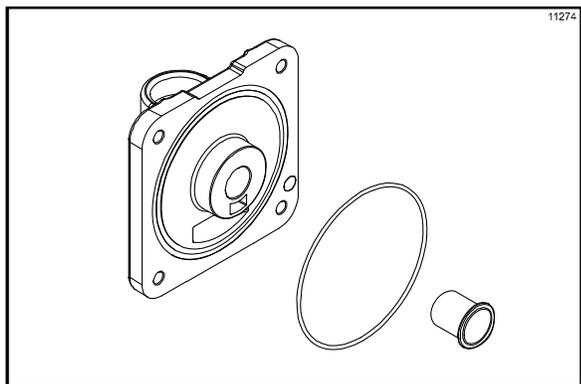

图 121
11. 将冷冻门止漏圈安装到冷冻门后面的环槽内，润滑前固定套的外侧，将前固定套推入门轴心。（见图 121。）